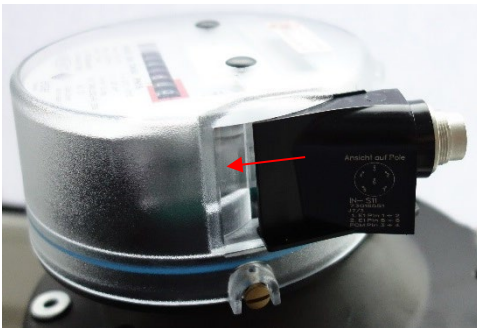

Fig. 1 | Installation IN-Sxx
- Les versions d'émetteurs d'impulsions IN-Sxx sont poussées latéralement dans le support du totalisateur jusqu'à ce qu'elles s'enclenchent (voir Fig. 1).